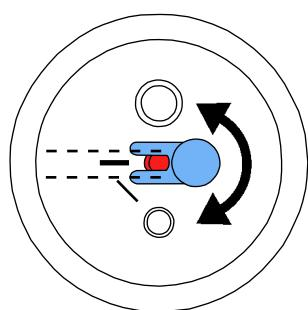

図 13
- ・25~70 µm のブラストタンクと一致するように、流入ノズルを調節しなければなりません (図 13) !